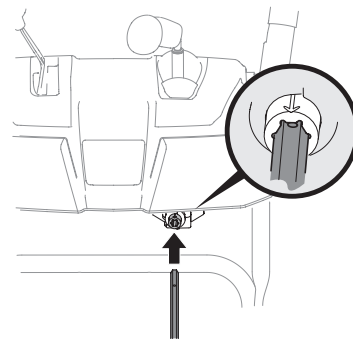

Figure 2-24
6. Insérez la tige de commande de la goulotte dans le raccord sous la manette. Vérifiez que le trou sur la tige de commande s'aligne avec la flèche sur le raccord hexagonal. Voir Figure 2-24.